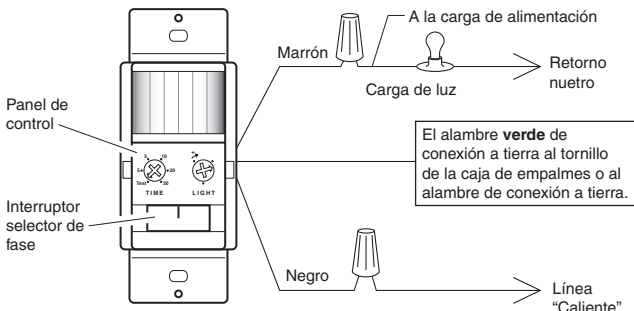

Figura 3 - Cómo conectar los hilos eléctricos del detector
2. Conecte los hilos eléctricos del detector como se muestra en la Figura 3. Antes de instalar el detector en la caja de empalmes, **asegúrese que no haya alambre expuesto en cada conexión.**